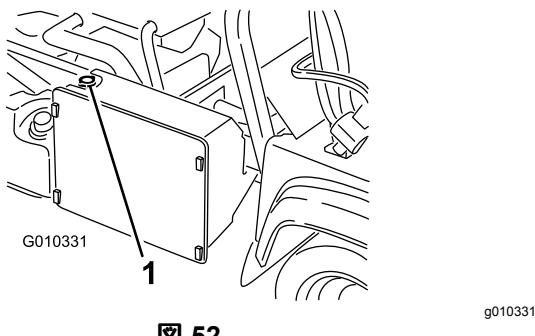

図 52
3. ラジエターキャップを取る図 52。
4. 冷却液タンクのキャップを取る図 52。
7. ラジエター液を一杯にして、キャップを閉める図 52。